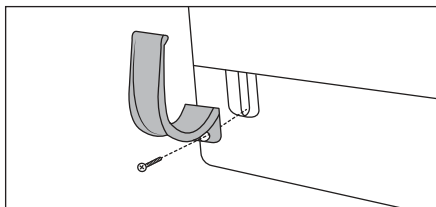

Abb. 1
- ◆ Schrauben Sie die Schlauchhalterung **15** an das Gerät an (siehe Abb. 1).